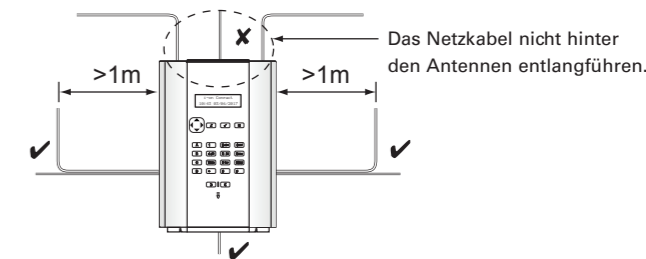

Abbildung 1. Führung des Netzkabels
- Führen Sie das Netzkabel in ausreichender Entfernung von den Antennen (Abbildung 1).